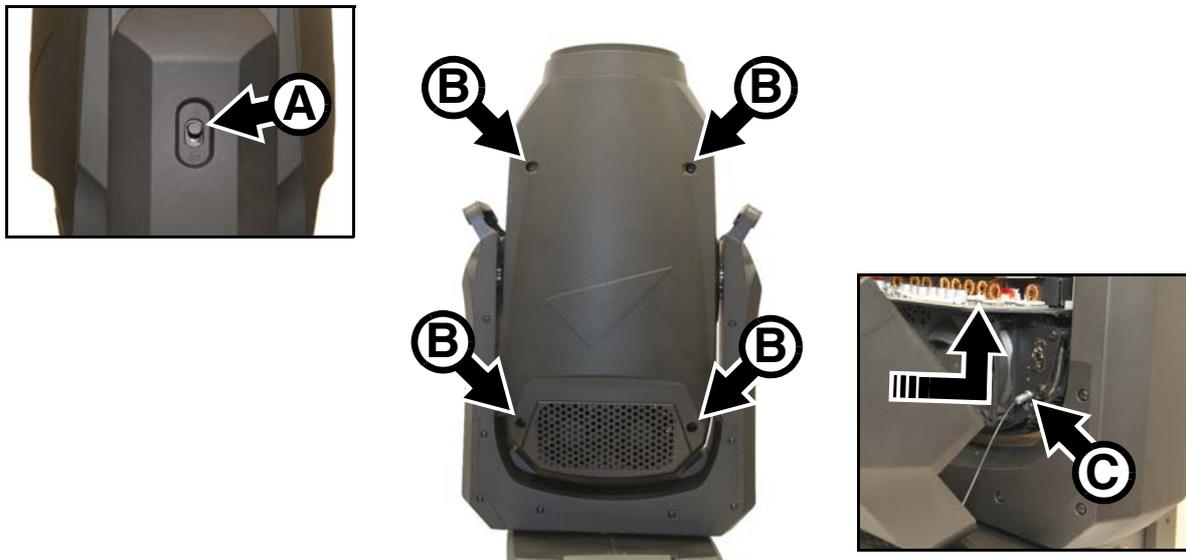

Figure 10: Dépose des capots de la tête
3. Voir Figure 10. Appliquer le blocage du tilt A.